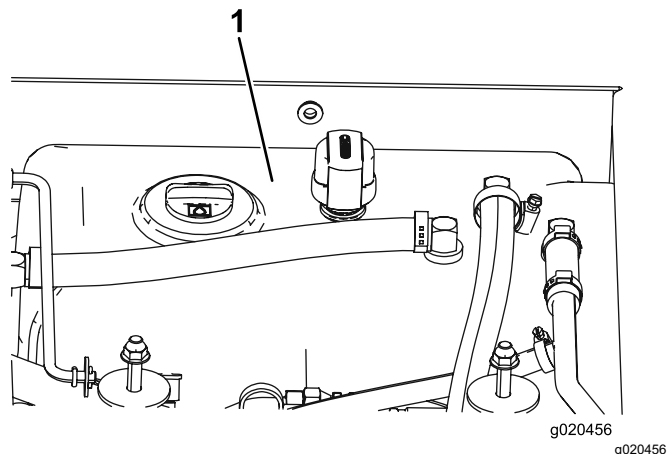

Figura 116
4. Llene el depósito (Figura 116) con fluido hidráulico; consulte Especificación del fluido hidráulico (página 82).